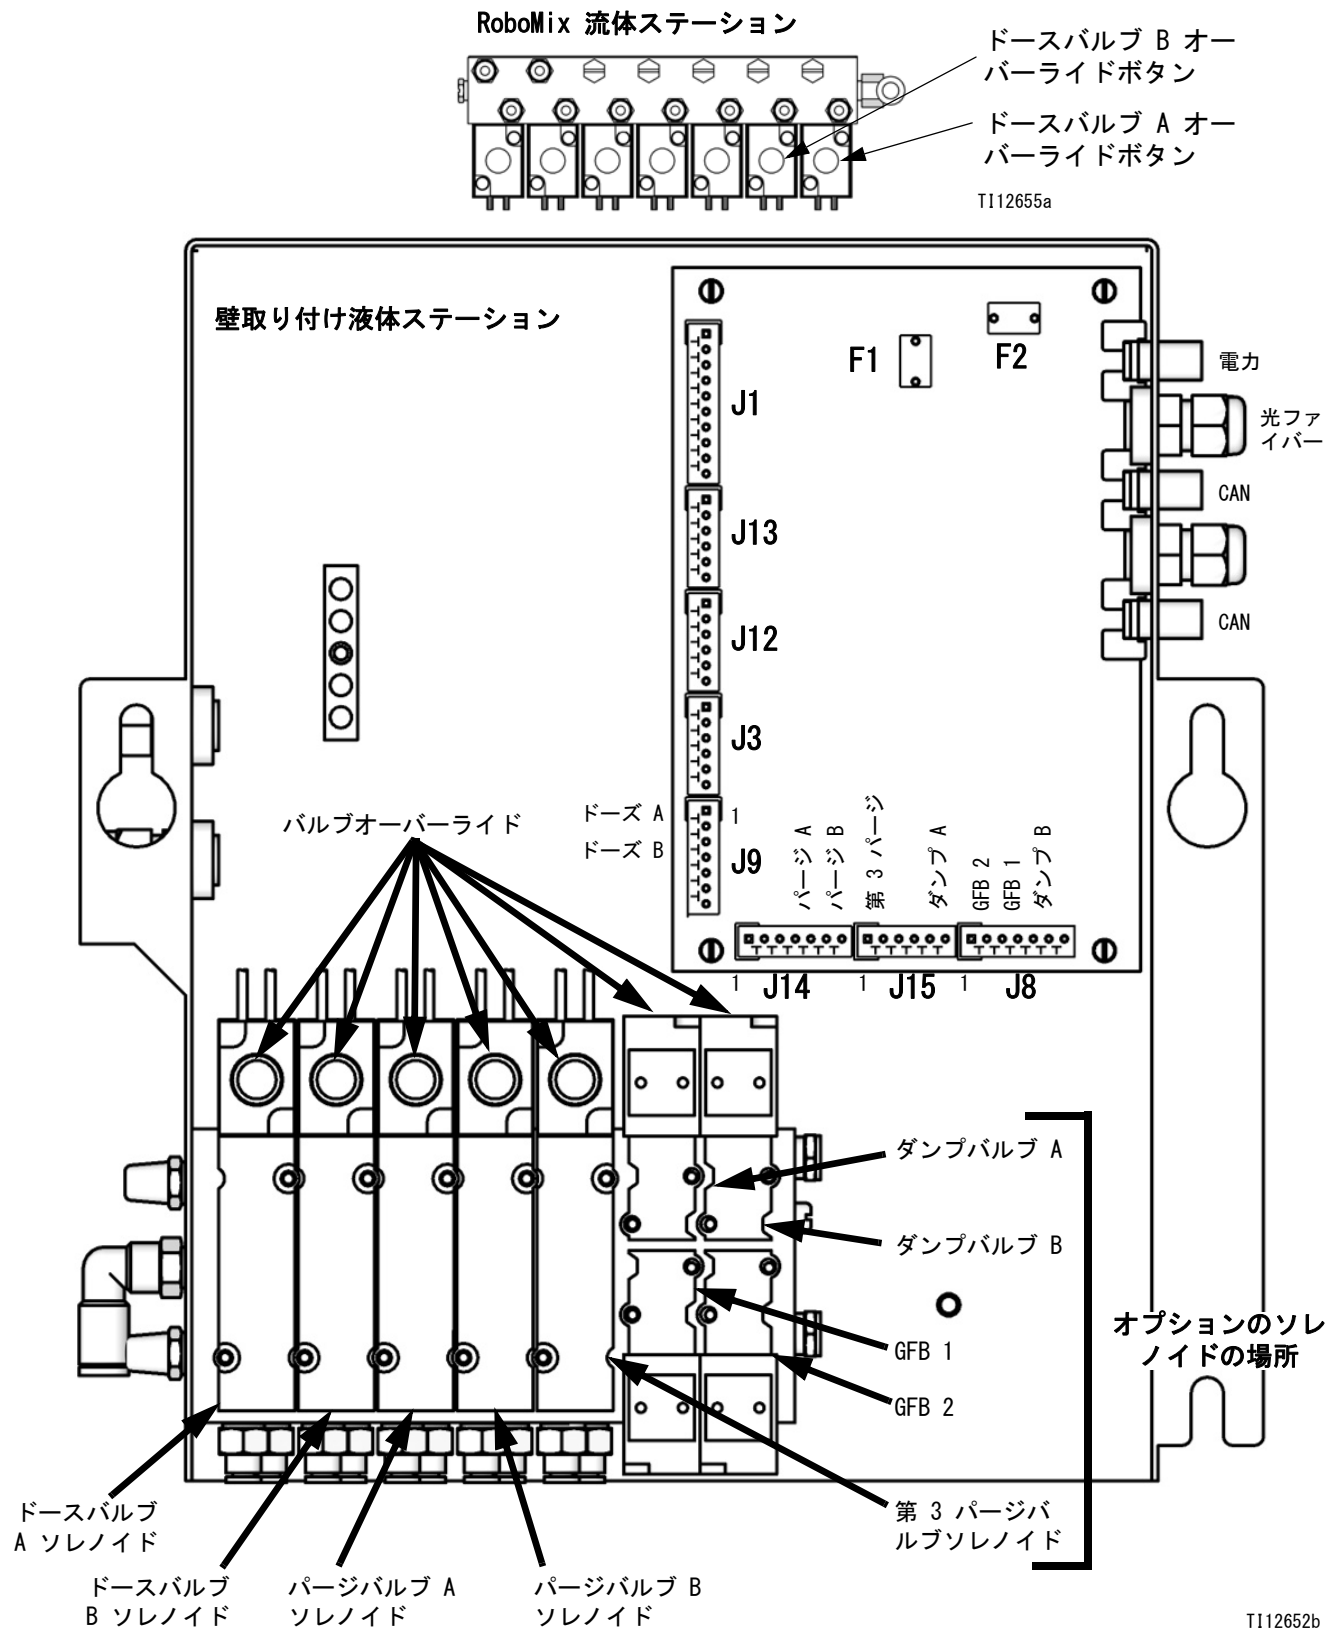

図 5: 流体ステーション板とソレノイド
2. ガンの引き金が引かれた状態で、A と B のドースバルブソレノイド上の手動オーバーライドを押して圧力を除去します。図 5 を参照してください。
5. ガンのトリガーが引かれた状態で、A と B のパージバルブソレノイド上の手動オーバーライドを押して空気と溶剤の圧力を除去します。図 5 を参照してください。溶剤の圧力が 0 に下げられていることを確認してください。
3. ダンプバルブ A ソレノイドオーバーライドボタンを押し続けてください、図 5。
5. ダンプバルブ B ソレノイドオーバーライドボタンを押し続けてください、図 5。
7. ダンプバルブ A ソレノイドオーバーライドボタンを押し続けてください、図 5。
9. ダンプバルブ B ソレノイドオーバーライドボタンを押し続けてください、図 5。
3. ソレノイドの不具合。	<p>液体ステーションカバーを取り去り、ソレノイドバルブオーバーライドボタンをリリースすることによって、手動でバルブを操作してください。 図 5.</p> <p>信号を確認するために制御盤診断を使用してください。信号が正確に起動しない場合、原因 4 に進みます。</p> <p>バルブはパチンと開き、素早く閉じるはずですが、バルブがゆっくりと起動した場合は、下記のことが原因である可能性があります。</p> <ul style="list-style-type: none"> • バルブアクチュエータへのエア圧が低過ぎる。原因 1 を参照してください。 • ソレノイドが詰まっている給気には 5 ミクロンフィルタが取り付けられていることを確認してください。 • 何かがソレノイドまたはチューブ配管を制限している。バルブ起動時、対応するソレノイド用のエアラインから空気の出力を確認してください。制限をクリアしてください。 • ドースバルブが過度に閉められている。設定については、ProMix 2KS 操作説明書をご参照ください。 • 液体圧力が高くエア圧が低い。 • バルブの液体シールに問題があります。対応するバルブの説明書に記載されている修理に関する情報を参照してください。